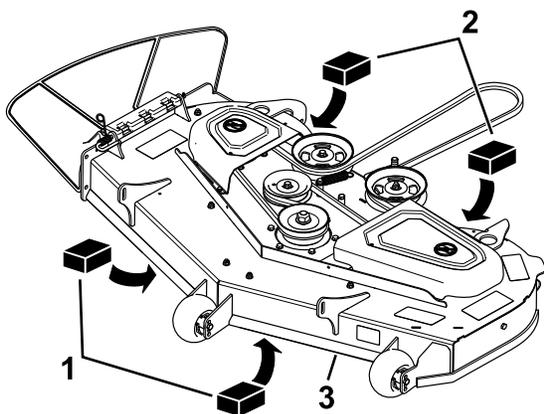

Рисунок 76
4. Установите 2 подставки толщиной по 6,6 см (2⁵/₈ дюйма) под каждую сторону передней кромки деки, но не под кронштейны защитного валика (Рисунок 76).
5. Установите 2 подставки толщиной по 7,3 см (2⁷/₈ дюйма) под заднюю кромку фартука режущей деки, по одной на каждой стороне режущей деки (Рисунок 76).